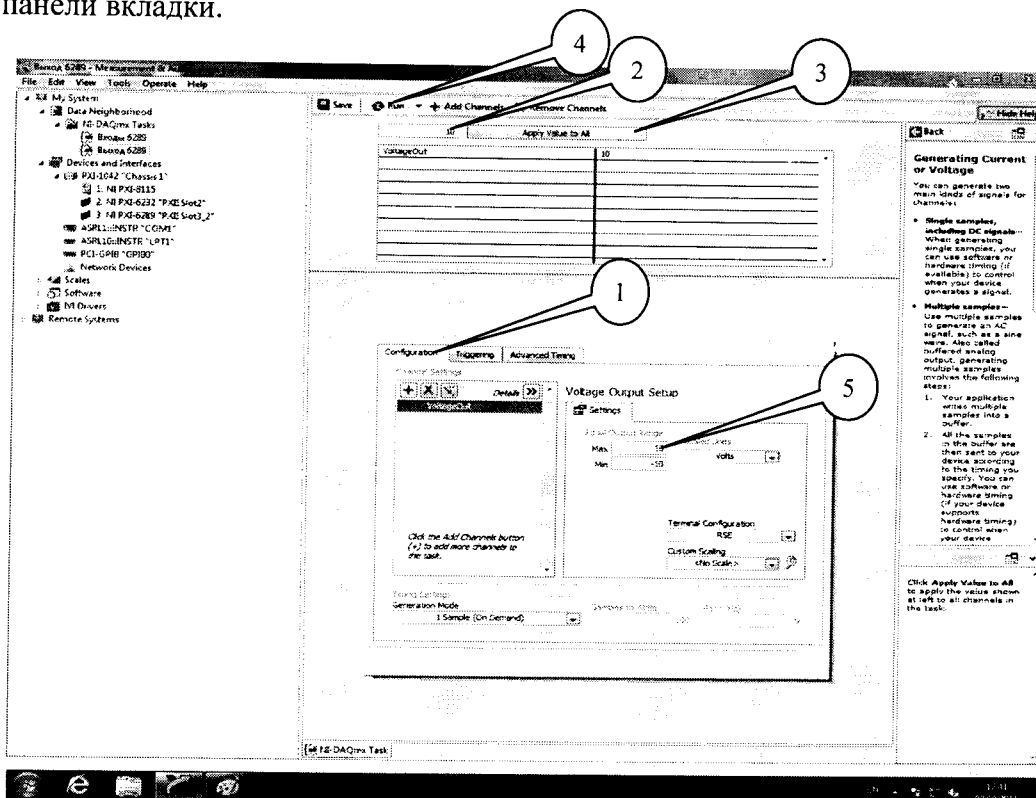

Рисунок 12.
7.4.4 Во вкладке (рисунок 12) в окне «Configuration» (1) установить все параметры в соответствии с рисунком 12. Значения воспроизводимого напряжения устанавливать в окне ввода (2), после чего нажать кнопку «Apply Values to All» (3). Значения верхних пределов для модулей NI 6289 устанавливать (симметрично) в окне настроек канала «Configuration» во вкладке «Setting» (5). Режим воспроизведения запускать нажатием кнопки «Run» (2) на верхней панели вкладки.